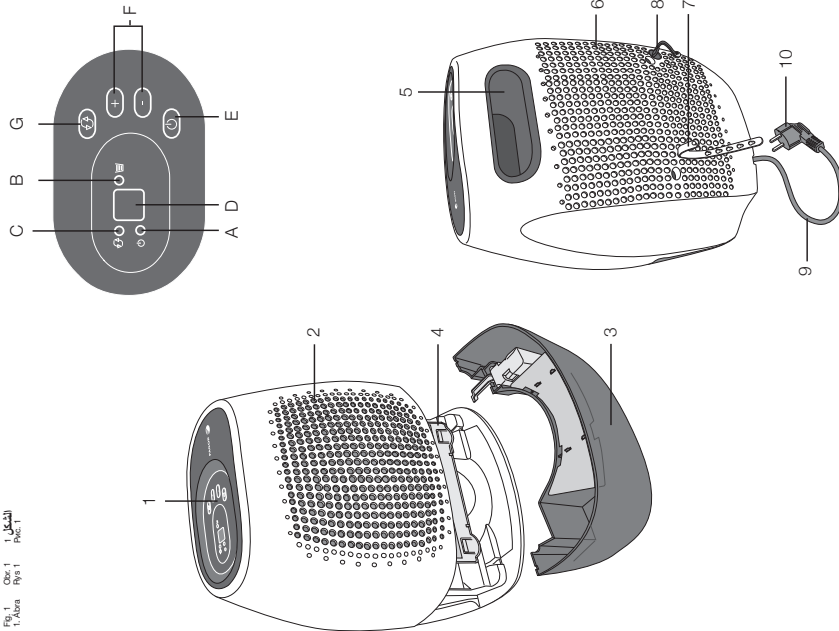

Fig. 1 Ocr: 1
1. IDENTIFICACIÓN DEL APARATO (FIG. 1)